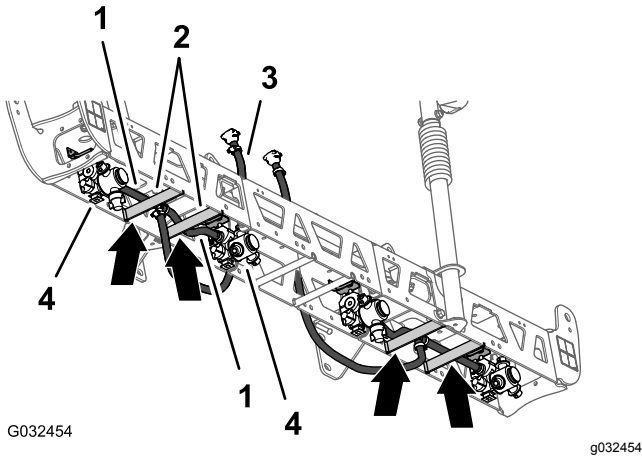
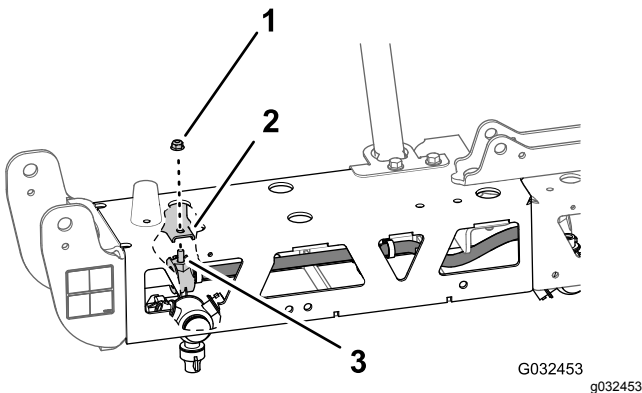

Figura 59
Figura 60
1. Enrute la manguera de 13 mm y el conjunto de la boquilla entre los tirantes del perfil exterior (Figura 59).
2. Enrute la manguera y la boquilla por encima del tirante y hacia fuera hasta llegar al soporte de la boquilla exterior (Figura 59).
3. Alinee el perno de cabeza hexagonal (5/16" x 3/4") de la boquilla de fumigación con el orificio del soporte de la boquilla, y sujete provisionalmente la boquilla al soporte con una contratuerca con arandela prensada (5/16") del Kit de acabado del sistema de fumigación GeoLink (Figura 60).
4. Enrute la otra manguera de 13 mm y el conjunto de la boquilla entre los tirantes del perfil exterior (Figura 59).
5. Enrute la manguera y la boquilla por encima del tirante y hacia dentro hasta llegar al soporte de la boquilla interior (Figura 59).
6. Alinee el perno de cabeza hexagonal (5/16" x 3/4") de la boquilla de fumigación con el orificio del soporte de la boquilla (Figura 60), y sujete provisionalmente la boquilla al soporte con una de las contratuercas con arandela prensada (5/16") que retiró en los pasos 1 y 4 de Retirada de las boquillas de fumigación (página 27).
8. Enrute la manguera y el acoplamiento dentado de 13 mm x 810 mm por el lado de la sección de fumigación central que tiene los soportes izquierdo y derecho (Figura 59).
9. Repita los pasos 1 a 8 con el otro conjunto de manguera y boquilla en el otro perfil exterior (Figura 59 y Figura 60).